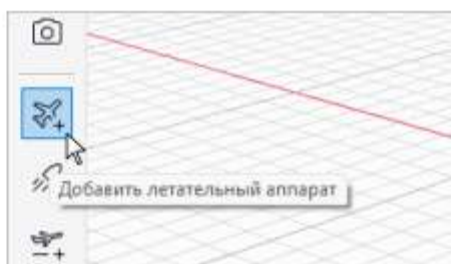

Рисунок 5.2.1
- на панели инструментов нажав кнопку **Добавить ЛА** (см. Рис. 5.2.1);